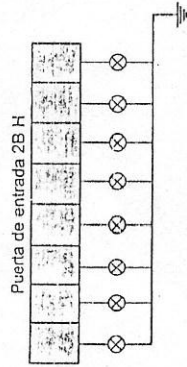

Figura 7.20. La puerta 2B H del Mapa de E/S se conecta a ocho diodos LED, que se iluminan cuando se aplica un nivel alto.
**7.3** En el microprocesador del ejercicio anterior se añade una puerta de salida en la posición 2B H del Mapa de E/S, en la que hay conectados ocho diodos LED (Figura 7.20).